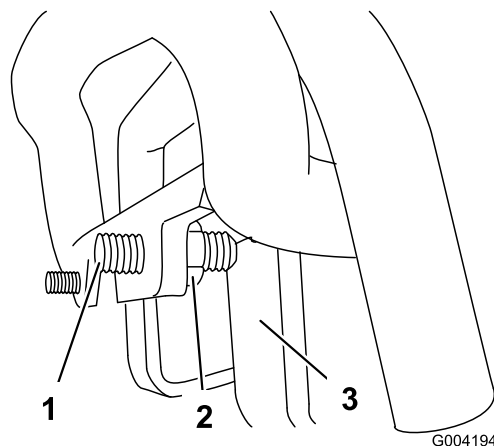

Figure 58
3. Si la machine se déporte vers la **gauche**, desserrez l'écrou de blocage **droit** et ajustez la vis de réglage de correction directionnelle à l'avant de la commande de déplacement (Figure 58).
4. Si la machine se déporte vers la **droite**, desserrez l'écrou de blocage **gauche** et ajustez la vis de réglage de correction directionnelle à l'avant de la commande de déplacement (Figure 58).